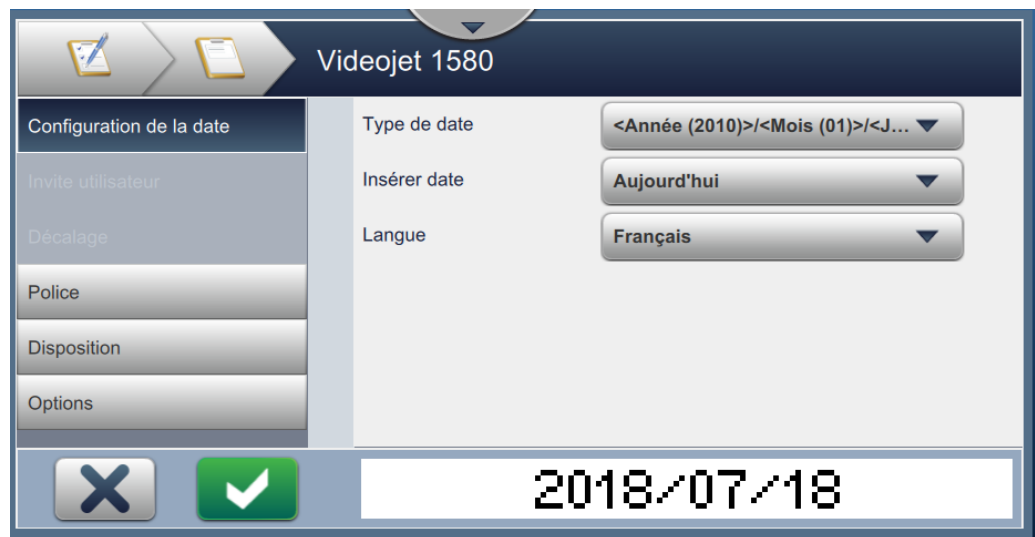

Figure 6-11 : Configuration des codes-barres 2D
7. L'écran Configuration des codes-barres 2D permet à l'utilisateur de sélectionner la référence personnalisée, comme illustré dans la Figure 6-11.